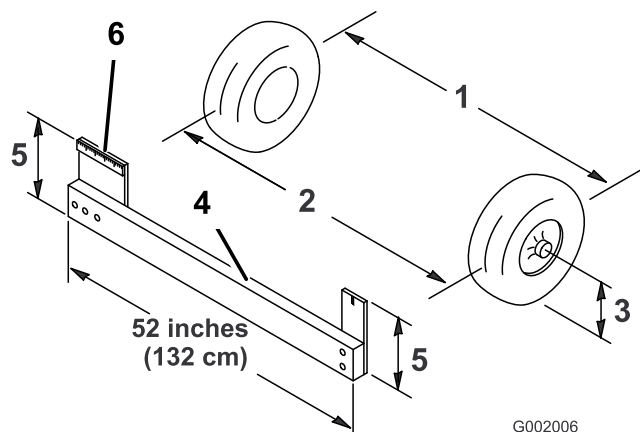

Figura 58
4. Meça a distância entre os pneus dianteiros à altura do eixo na zona dianteira e traseira dos pneus dianteiros (Figura 58). É preciso um objecto imóvel ou um medidor de alinhamento para a medição traseira dos pneus dianteiros à altura do eixo. Utilize o mesmo
objecto ou medidor de alinhamento para obter uma medição precisa da dianteira dos pneus dianteiros à altura do eixo (Figura 58).